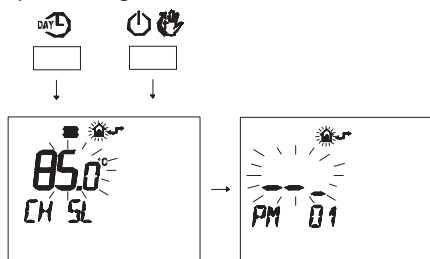

Figura 5.57
- Premere contemporaneamente i pulsanti  e  per entrare nella programmazione trasparente (Figura 5.57).